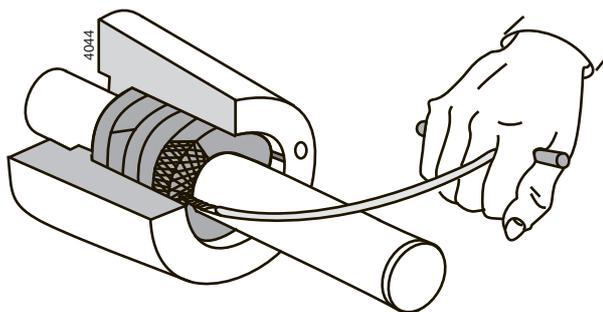

Figura 20: Rimozione degli anelli di baderna con un estrattore di baderna.
- Il fornitore degli anelli di baderna potrà fornire anche un estrattore speciale. Vedere la figura 20.